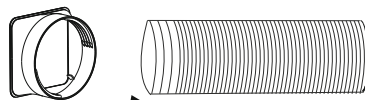

Рис. 14.
2. Закрепите насадку адаптера для соединения с прибором (рис. 14).